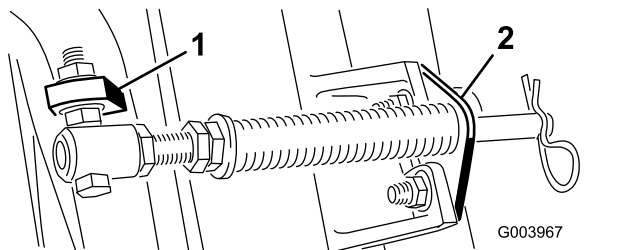
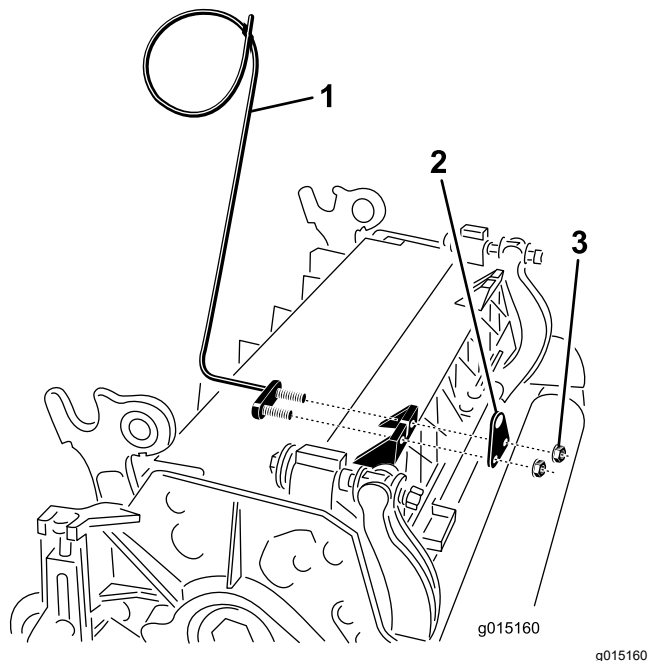

Figura 11
Figura 13
Nota: Coloque la cabeza del perno en el exterior de la pestaña, según se muestra en Figura 11.
E. Monte el soporte de la varilla en las pestañas de la unidad de corte con los pernos de cuello cuadrado y las tuercas (Figura 11). En la unidad de corte, monte la guía de las mangueras de la izquierda en la parte delantera de las pestañas de la unidad de corte al reinstalar el soporte de la varilla (Figura 13).